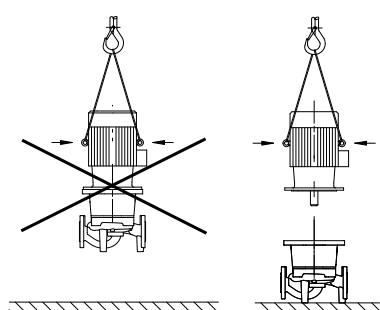

Fig. 20: Transport av motorn
- Använd motorns lyftöglor endast för att lyfta motorns vikt, inte för hela pumpen (fig. 20).